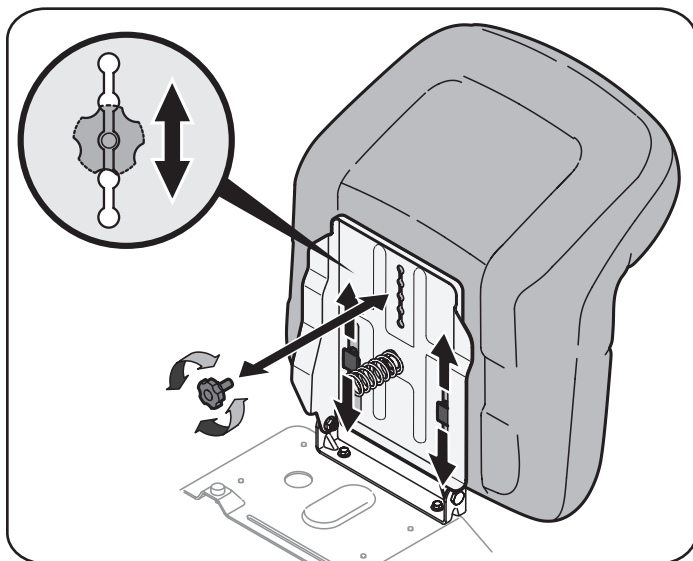

Figura 8
1. Para ajustar la posición del asiento, retire las dos perillas de ajuste que están ubicadas en la parte inferior del asiento. Deslice el asiento hacia adelante o hacia atrás, según lo desee. Vuelva a colocar la perilla de ajuste. Consulte la Figura 8.